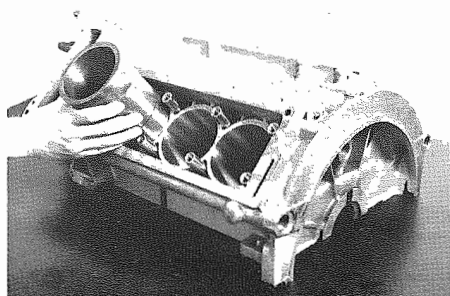

Fig. 114 - Inserir le canne
- Portare il basamento in forno alla temperatura di 160 °C; inserire le canne a temperatura ambiente (**non raffreddarle**), dopo averle cordate del gommino di tenuta opportunamente ingrassato (**Fig. 114**). Ruotare leggermente le canne durante l'inserimento.
- Put the crankcase in a furnace and bring it to a temperature of 160 °C; fit the liners at room temperature (**do not cool them**) after having fitted the sealing rubber, lubricated with grease (**Fig. 114**). While fitting the liner slightly rotate it.